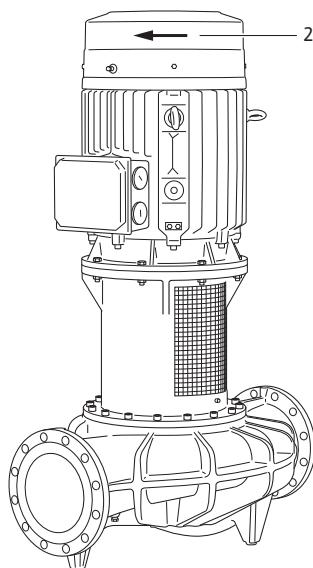

Fig. 47: Перевірка напрямку обертання
- За допомогою короткочасного вмикання перевірити, чи збігається напрямок обертання зі стрілкою на корпусі вентилятора (див. Fig. 47, поз. 2). При неправильному напрямку обертання слід діяти таким чином: